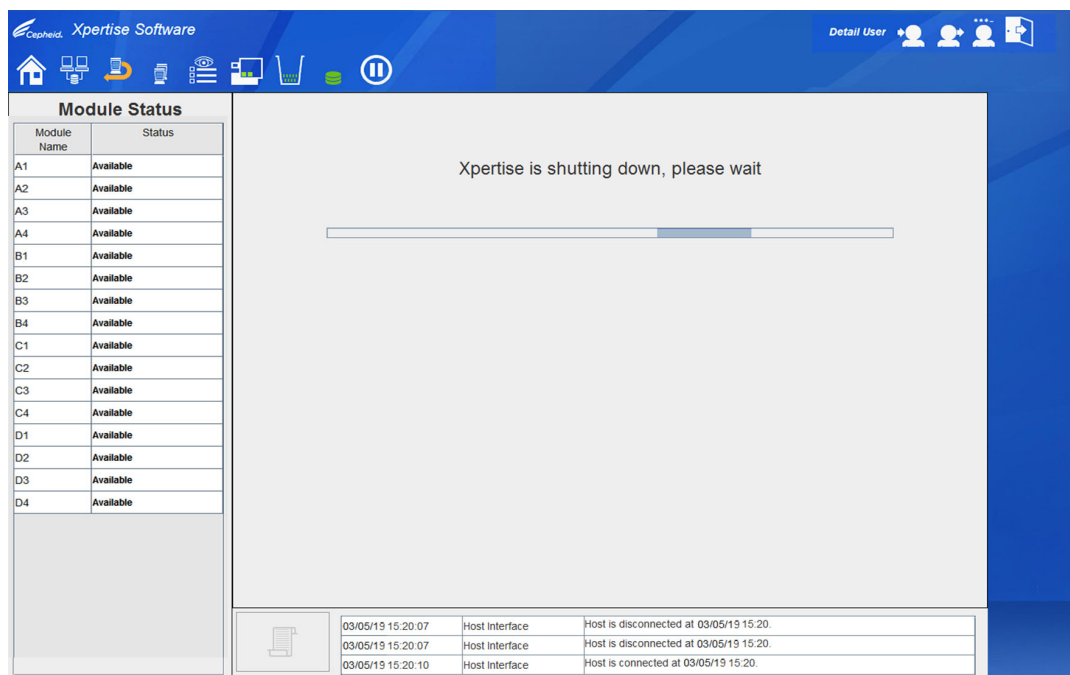

图 5-19. Xpertise 正在关闭工作区（仅在实验室信息系统 (LIS) 启用时出现）
系统将显示一条消息，指示 **Xpertise 正在关闭，请等待 (Xpertise is shutting down, please wait)**（参见图 5-19）。如果 Xpertise 最近曾经发出新的测试申请请求，系统将等待来自实验室信息系统 (LIS) 的响应。
2. 从图 5-19 中显示的工作区开始，开始 30 秒超时期限计时。在此超时期限期间，未完成的测试结果将被上传到实验室信息系统 (LIS)。